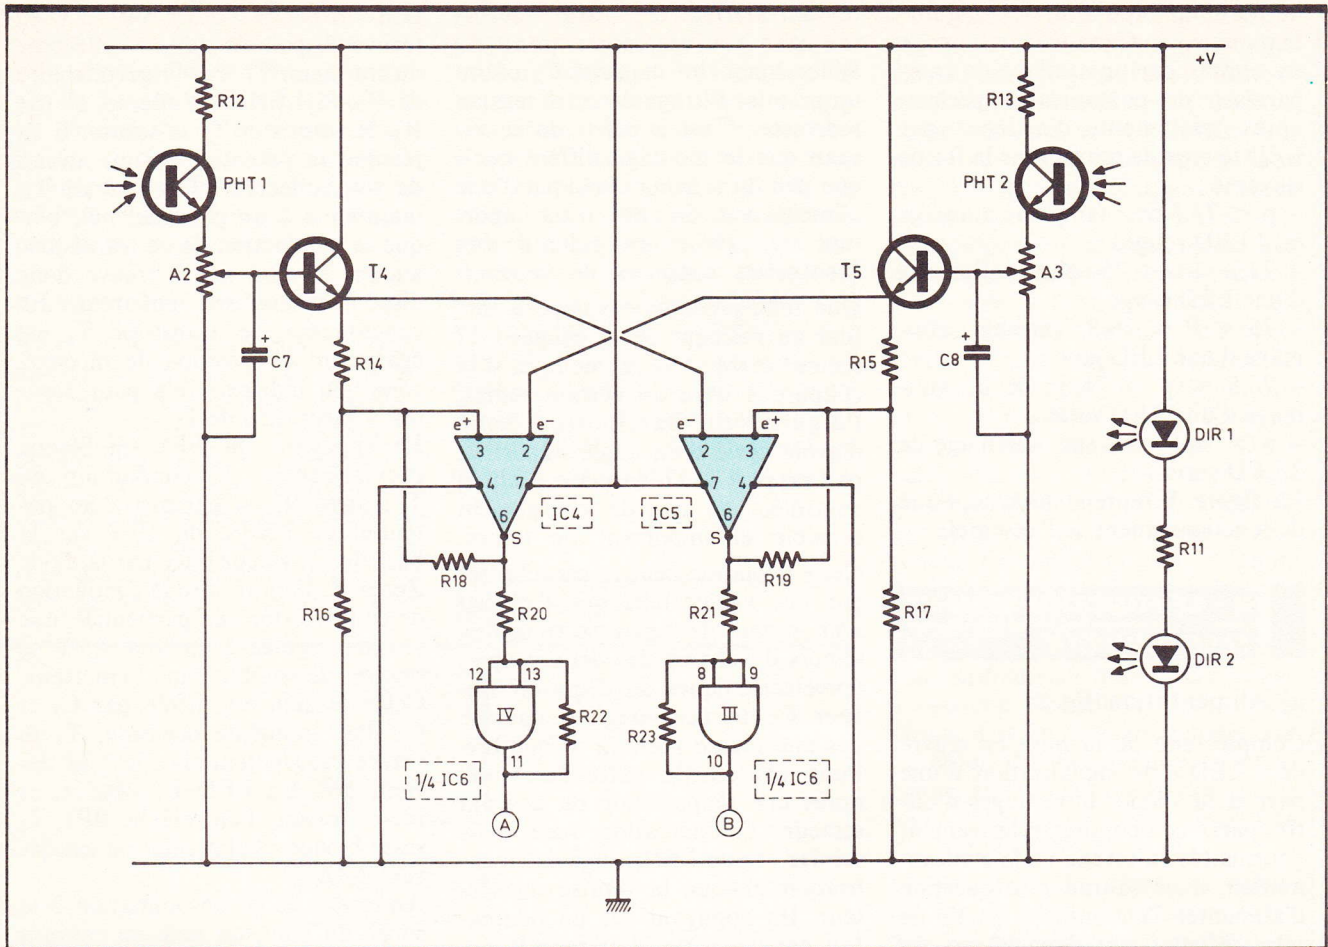

Fig. 3 Dispositif suiveur de l'aiguille du baromètre.
c) Dispositif opto-électronique suiveur d'aiguille (**fig. 3**)
d) Comparaison des tensions issues du dispositif optoélectronique (fig. 3)